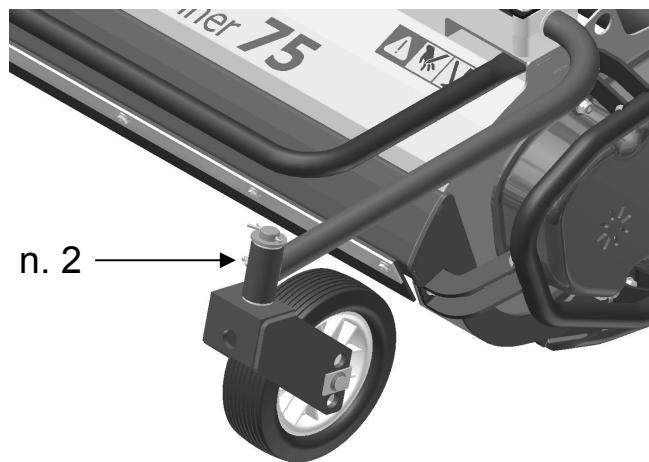

fig.10/1
- controllare il livello dell'olio nella scatola ingranaggi per mezzo del tappo di livello A (fig.10/2).